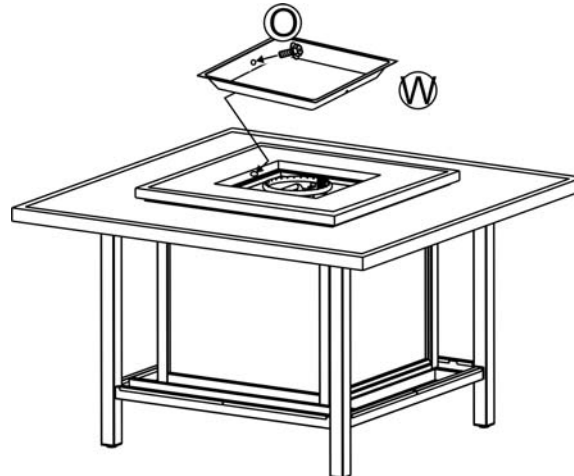

Figura 7
7. Coloque el anillo protector de la bandeja del quemador en el quemador de la base del fogón como se muestra en la Figura 7. Asegure el anillo protector de la bandeja del quemador a la bandeja del quemador utilizando los dos tornillos M4.